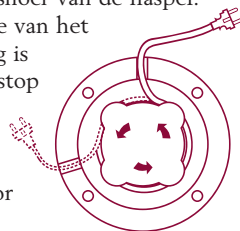

Fig. 4
- Keer, om het snoer te verlengen, de voedingsplaat ondersteboven en wikkel het snoer van de haspel. Regel de lengte van het snoer die nodig is om de contactstop te bereiken door gebruik te maken van de daarvoor bestemde doorvoeropeningen (fig.4).